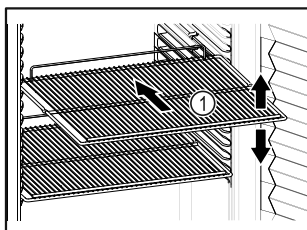

Fig. 61 Voorbeeld
- ☐ Indien de legroosters Fig. 61 (1) verplaatsbaar zijn, deze aan de hoogte aanpassen.